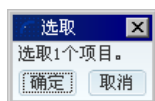
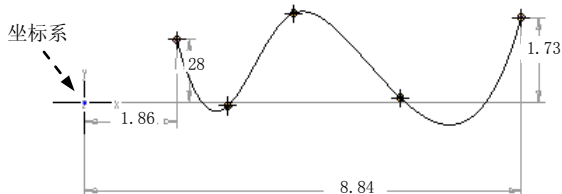
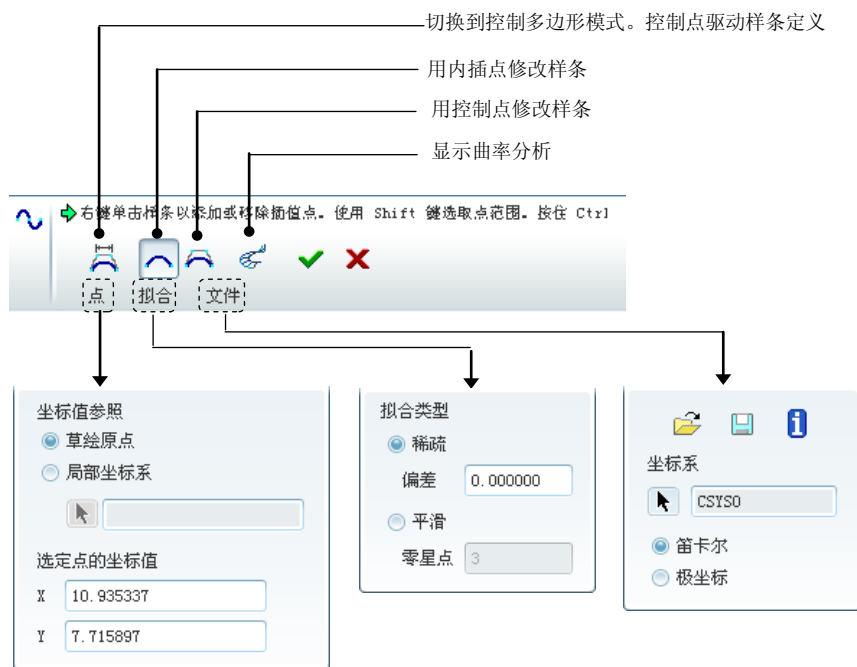
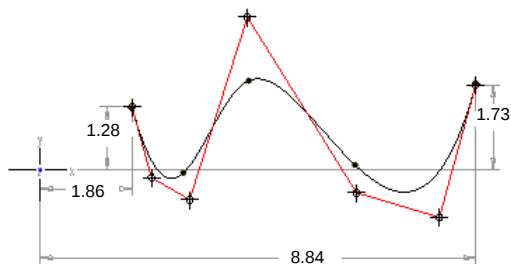

图 4.7.10 “选取”对话框
图 4.7.11 样条曲线
图 4.7.12 “样条修改”操控板
图 4.7.13 创建控制多边形
Step2. 系统弹出“选取”对话框 (如图 4.7.10 所示), 选取图 4.7.11 所示的样条曲线, 此时在屏幕下方出现如图 4.7.12 所示的“样条修改”操控板。修改方法有以下几种:
- 在“样条修改”操控板中按下 **点** 按钮，然后单击样条曲线上的相应点，可以显示并修改该点的坐标值（相对坐标或绝对坐标），如图 4.7.12 所示。
- 在操控板中按下 **拟合** 按钮，可以对样条曲线的拟合情况进行设置，如图 4.7.12 所示。
- 在操控板中按下 **文件** 按钮，并选取相关联的坐标系（图 4.7.11 所示的坐标系），就可形成相对于此坐标系的该样条曲线上所有点的坐标数据文件。
- 在操控板中按下 **点** 按钮，可创建控制多边形，如图 4.7.13 所示。如果已经创建了控制多边形，单击此按钮则可删除创建的控制多边形。
- 在操控板中按下 **内插点** 或 **控制点** 按钮，用于显示内插点（如图 4.7.11 所示）或控制点（如图 4.7.13 所示）。